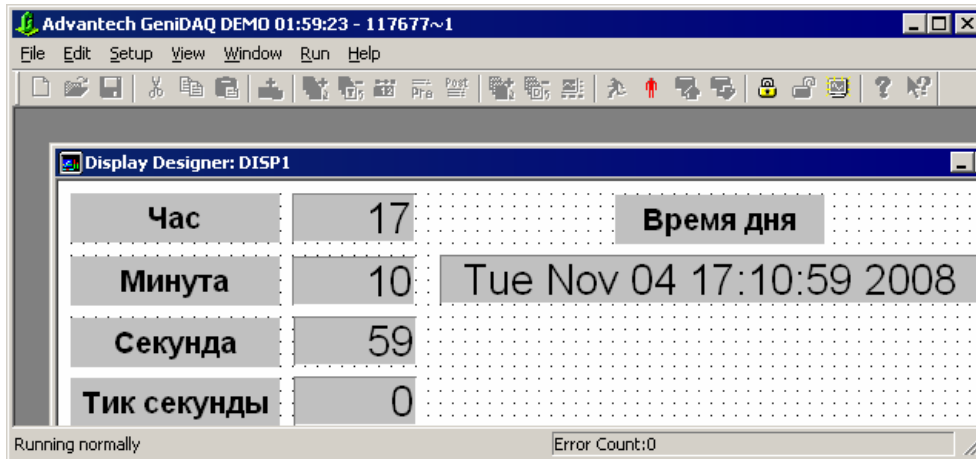

Рис. 4.160. Вид окна отображения при работе приложения
6. *Шестое действие.* После сохранения файлов созданного проекта запустите созданный проект с помощью кнопки <Start> на панели инструментов (рис. 4.160). Остановить работу проекта можно с помощью кнопки <Stop> на панели инструментов.